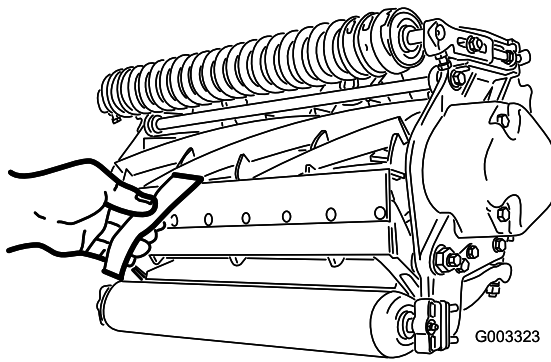

Figura 12
10. Pruebe el rendimiento de corte insertando una tira larga de papel de prueba del rendimiento de corte (Pieza Toro N° 125-5610) entre el molinete y la contracuchilla, perpendicular a la contracuchilla (Figura 12). Gire el molinete lentamente hacia adelante; debe cortar el papel.